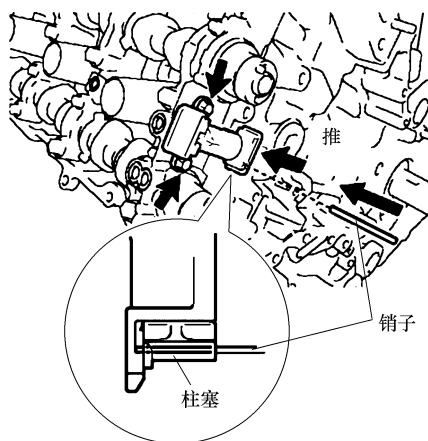

图 24-50 插入销子
① 先把 2 号正时链条张紧器的 2 个螺栓安装好，将螺栓紧固至 $10\text{N} \cdot \text{m}$ 。
② 如图 24-50 所示，推动 2 号正时链条张紧器，将一根直径为 1.0mm 的销子插入孔中，使张紧器固定到位。